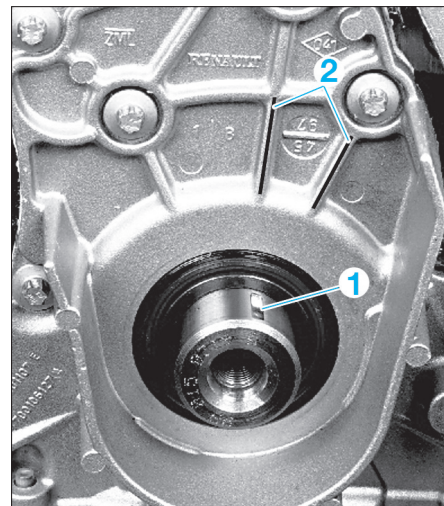

FIG. 19
- Vérifier que la pige de PMH soit au point de calage du vilebrequin. La rainure (1) du vilebrequin doit se situer au milieu des 2 nervures (2) du carter de fermeture du vilebrequin (fig. 19).